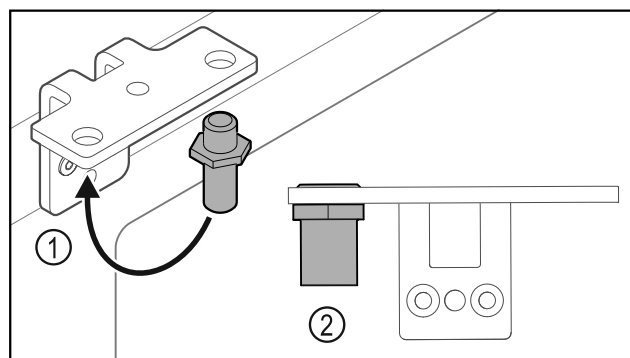

Fig. 34
- Mutați bolțul Fig. 34 (1) în colțarul balamalei.
- Strângeți bolțul Fig. 34 (2) cu **cuplul de 12 Nm**.